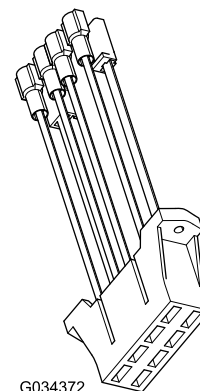

Рисунок 21
2. Если на блоке предохранителей машины нет свободного контура, установите дополнительный блок предохранителей (Рисунок 21) на блок предохранителей машины.